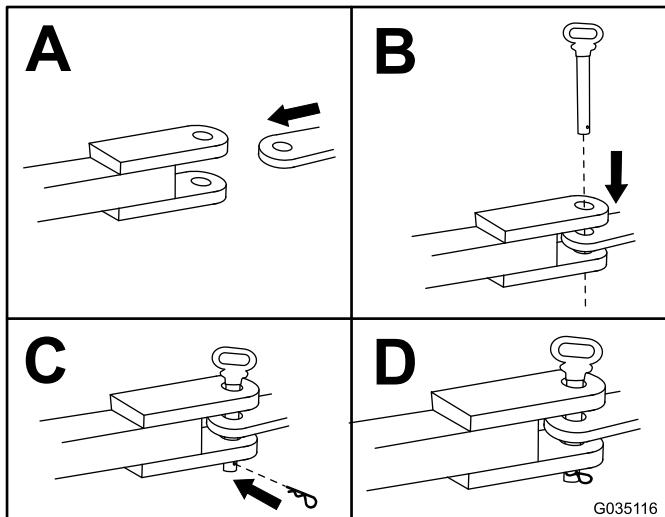

Figure 17
- À l'aide d'une goupille d'attelage de 19 mm (3/4") ou de 22 mm (7/8"), attellez la machine comme montré à la Figure 17.